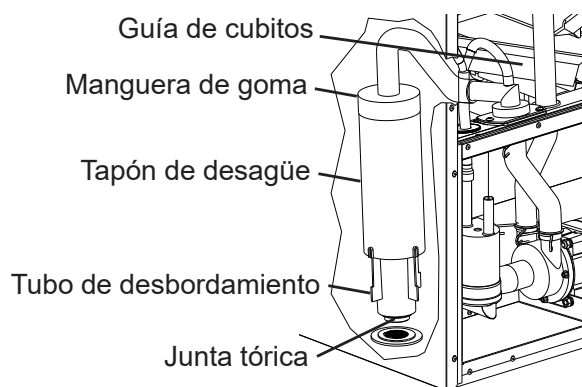

Fig. 6
- 7) Deslice la guía de cubitos hacia la derecha y, a continuación, retire el tapón de goma y el manguito que cubre el tubo de desbordamiento. Consulte la Fig. 6. Desenrosque el tubo de desbordamiento. Después de que el depósito de agua se haya drenado, vuelva a conectar el tubo de desbordamiento. Vuelva a colocar la manguera de goma, el tapón de desagüe y la guía de cubitos en sus posiciones correctas. **¡AVISO! Compruebe que la junta tórica esté unida a la parte inferior del tubo de desbordamiento y procure no cruzar dicho tubo.**
- 4) Retire la tapa de aislamiento delantera y luego deslice la guía de cubitos hacia la derecha. Retire el tapón de goma y el manguito que cubre el tubo de desbordamiento. Consulte la Fig. 6. Desenrosque el tubo de desbordamiento. Después de que el depósito de agua se haya drenado, vuelva a conectar el tubo de desbordamiento. Vuelva a colocar la manguera de goma, el tapón de desagüe, la guía de cubitos y la tapa de aislamiento delantera.